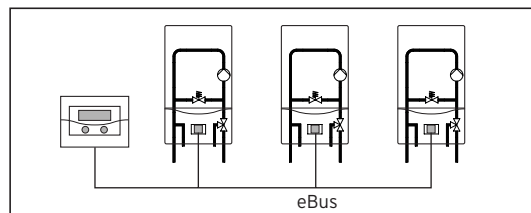

Рис. 4.1 Подключение коммутатора
- Соедините коммутатор с регулятором auroMATIC 620 или calorMATIC 630 через штекер подключения к шине чтобы обеспечить возможность передачи данных в системе (рис. 4.1).